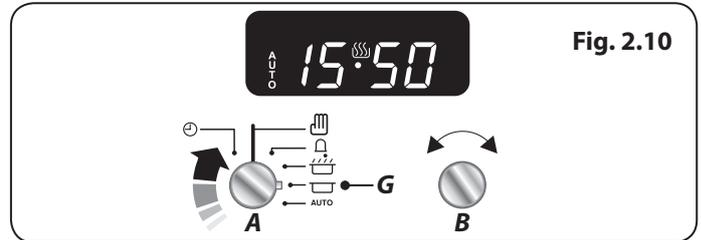

Fig. 2.10
2. Tournez le bouton de la minuterie (A) sur le réglage Heure d'arrêt (G) (**Fig. 2.10**). L'affichage indique alors l'heure actuelle plus le temps de cuisson que vous avez sélectionné.